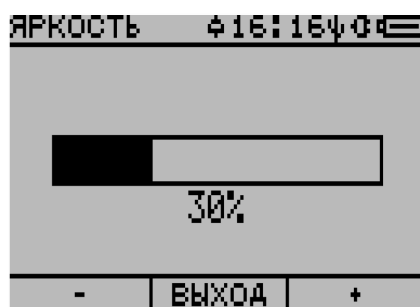

Рисунок 2.64
2) Клавишами  ,  либо **F1 – «-»**, **F3 – «+»** уменьшить/увеличить числовое значение параметра. Однократное нажатие одной из этих клавиш соответственно приводит к уменьшению (декрементации) или к увеличению (инкрементации) значения на шаг, нажатие и удержание клавиш  ,  приводит к последовательному изменению значения на шаг с частотой менее 1Гц в течение всего времени удержания. Для удобства визуального восприятия процесса редактирования параметра над числовым значением параметра выводится полоска-индикатор, которая заполняется темной заливкой в пропорциональном соотношении (рисунок 2.64).